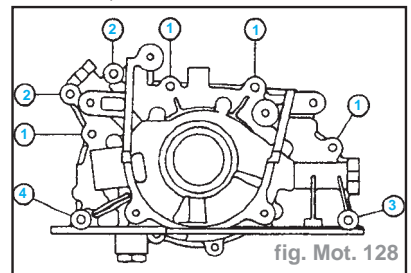

fig. Mot. 128
- Reposer l'ensemble pompe à huile (fig. Mot. 128).